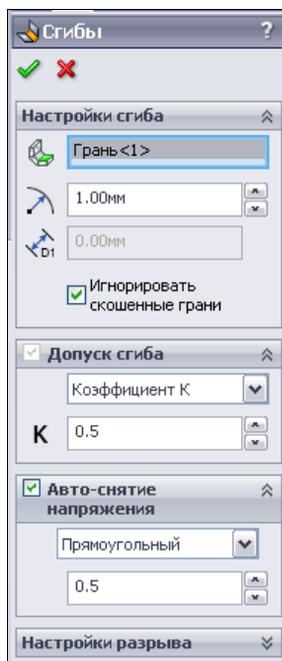

Рис. 4.2
3. На экране в разделе Менеджера свойств появится окно **Сгибы**, в котором необходимо указать основные параметры сгибов (рис. 4.2).